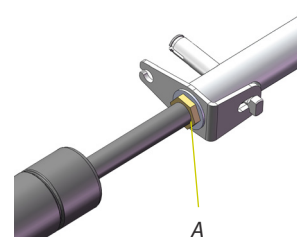

Bild 10
3. Lossa gasfjädern med muttergreppet (A, bild 10) och ersätt med en ny. Var noggrann med övriga delar så de hamnar rätt.